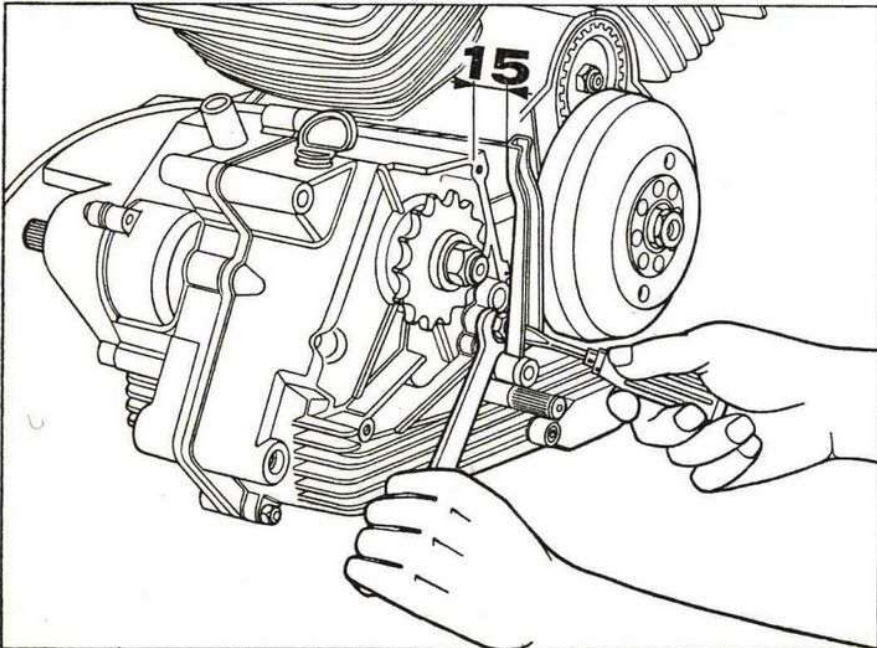

Fig. 5
- Detta registrazione si esegue agendo sull'apposito registro (fig.5 si raccomanda di rispettare la distanza fra la leva e il piano del carter che deve essere di mm. 15).